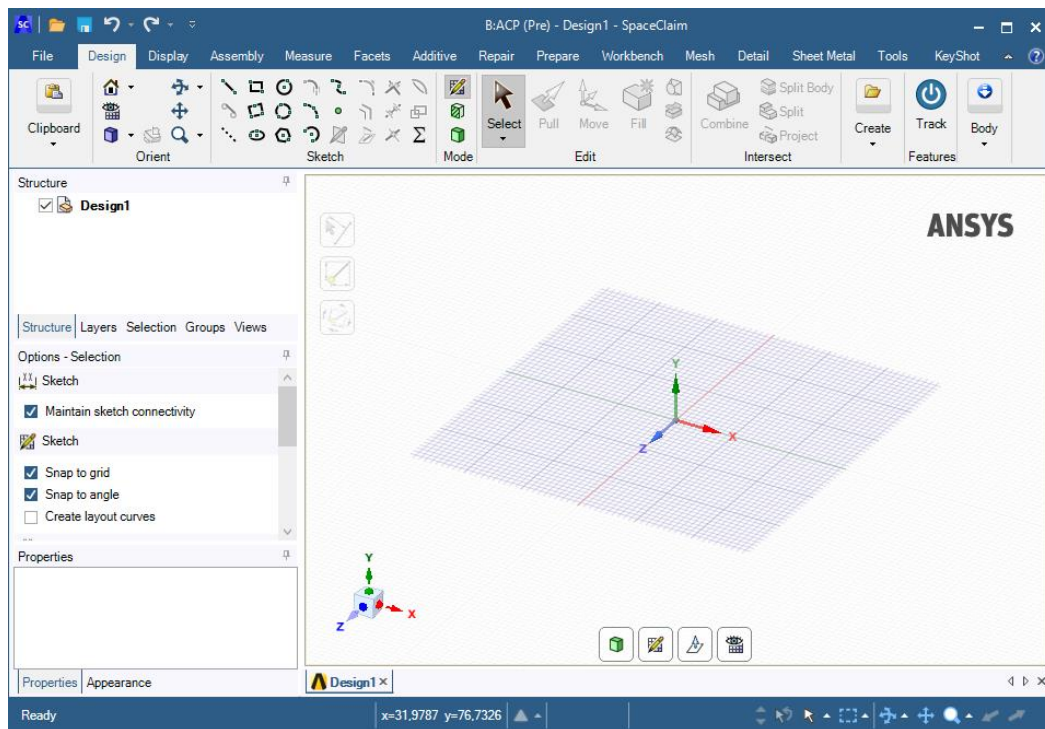

Рис. 14. Окно редактора геометрии
11.1. Нажимаем дважды ЛКМ на **Geometry**  **Geometry** , после чего откроется окно, как показано на рис. 14.